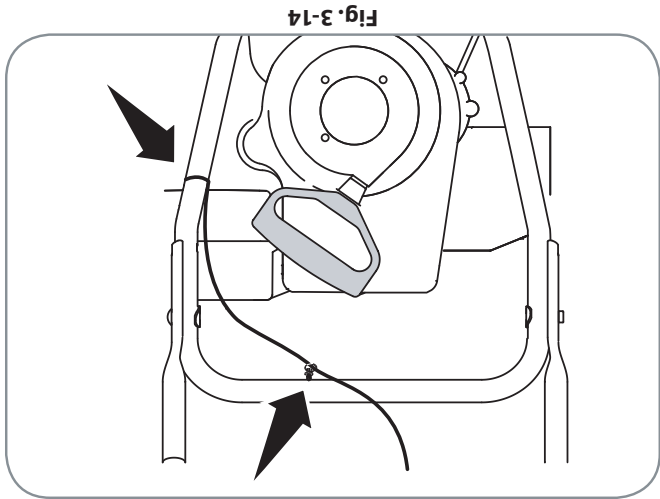

Fig. 3-14
- La borne sur l'attache qui maintient le faisceau de câbles sur le guidon inférieur doit être enfoncée dans le trou du guidon inférieur. Faites passer la partie détendue du faisceau de câbles dans l'attache pour éviter toute interférence avec la poignée du démarreur à lanceur. Voir la Fig. 3-14.